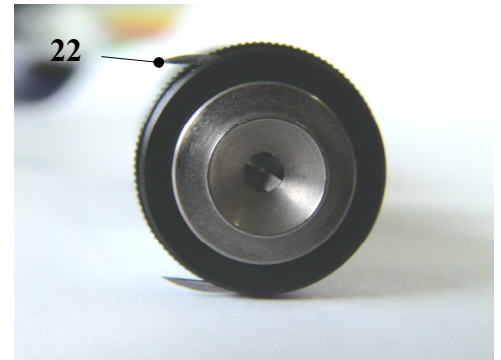

Abbildung 18
- Die beiden Keile (22) einlegen und den zuvor leicht gefetteten O-Ring (20) einbauen Abbildung 18.